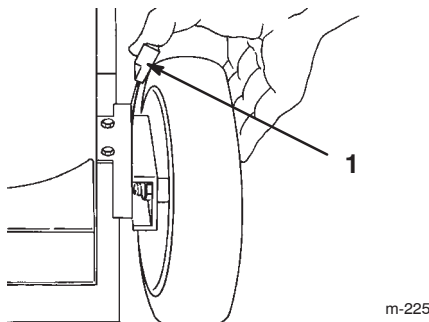

Bild 19
3. Stellen Sie alle vier Räder auf die 64 mm Schnitthöheneinstellung ein (Bild 19).
1. Ziehen Sie den Radhöhenstellhebel zum Rad (Bild 19) und schieben Sie ihn in die gewünschte Einstellung.